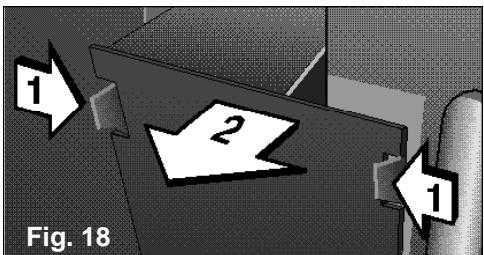

Fig. 18
- ❑ Enlevez le couvercle **F**, **Fig. 1**, de l'unité intérieure, de cette façon la zone d'union du tuyau flexible sera visible, **Fig. 18.**